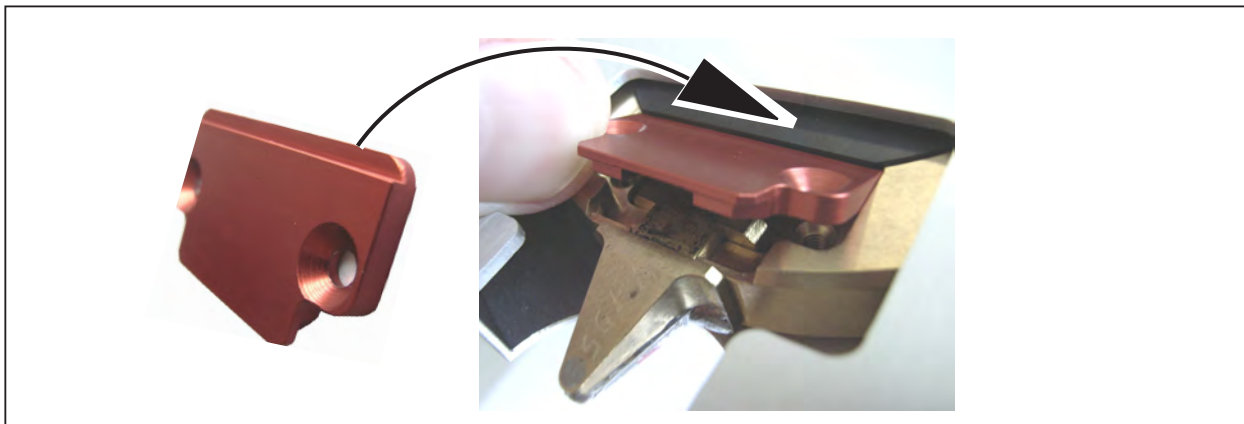

図 15.5: 固定プレートを入れる
9. 固定プレートをガイド溝が上を向くように約45度の角度で回転ディスクに入れます。その後、凹部に押し込んでください(図15.5参照)。